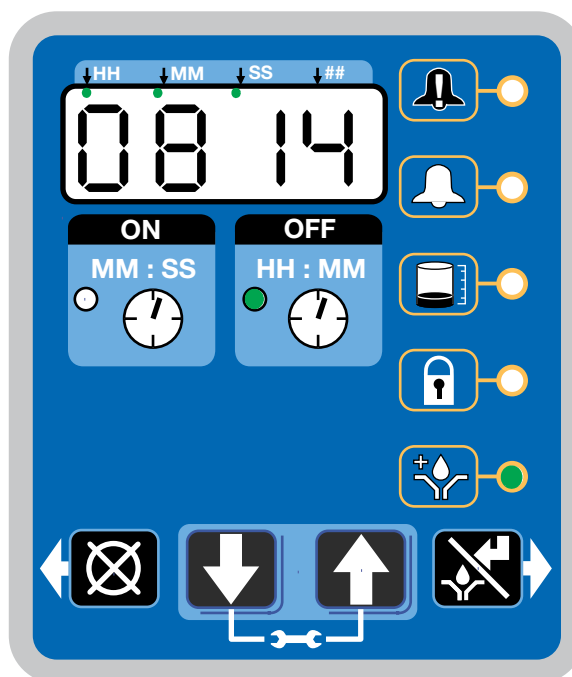

FIG. 34
- Se enciende el LED junto al reloj en el campo OFF (Fig. 34).
- Se ilumina el LED de prelubricación (Fig. 34).
- La pantalla muestra el tiempo restante hasta que comienza el ciclo de lubricación. El ejemplo mostrado en la Fig. 34 indica 8 minutos y 14 segundos restantes hasta que comience un ciclo de lubricación.